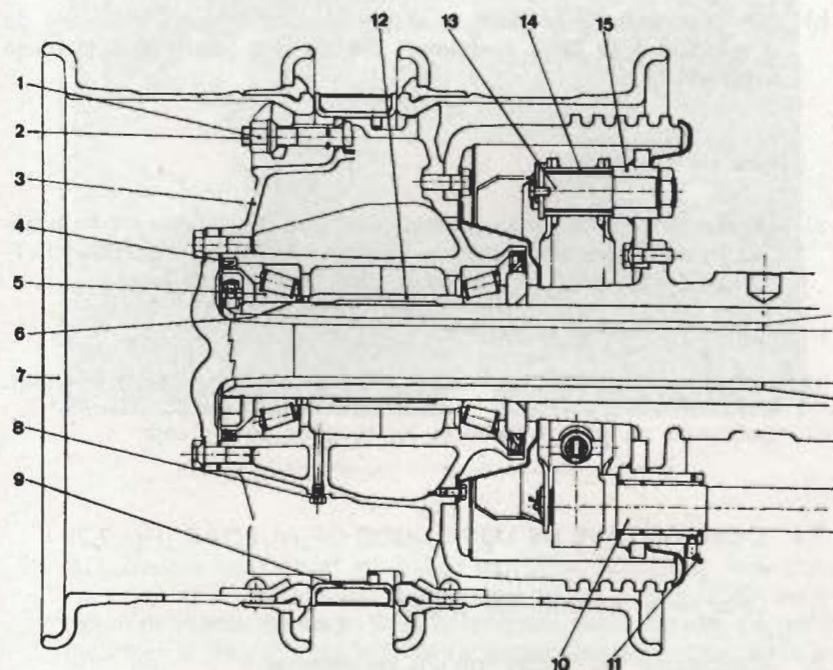

Fig. 7.2. — Sección cubo y tambor ruedas posteriores
7.4 DESMONTAJE DE LOS CUBOS DE RUEDAS (Fig. 7.2)